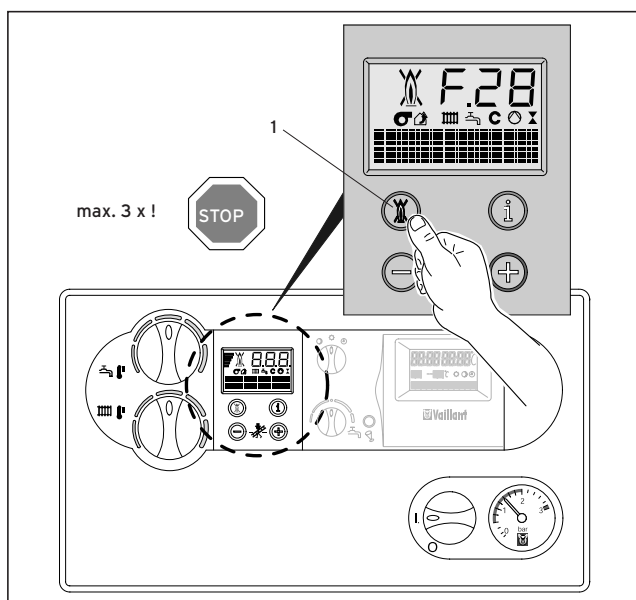

Abb. 3.16 Entstörung
- Drücken Sie in diesem Fall den Entstörknopf (1) und halten Sie ihn ca. 1 s lang gedrückt (Abb. 3.16)